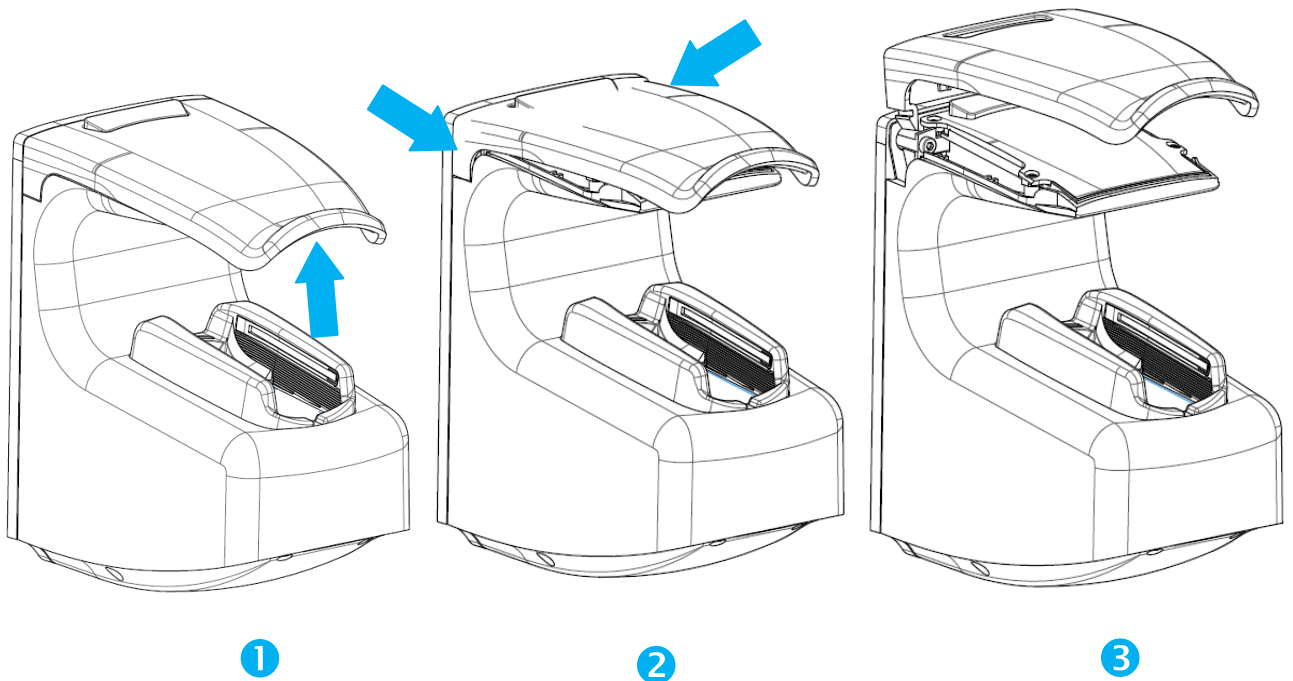

Figure 6 : Déclipsage Visière
- retirer la trappe inférieure du terminal (équipée de son joint d'étanchéité), la visière supérieure (voir Figure 6 pour son déclipage), ainsi que la tôle murale et les conserver à portée de main.
11. Clipper la visière (voir Figure 6, dans le sens inverse 3 à 1, et Figure 11).
10. Clipper la visière (voir Figure 6, dans le sens inverse de 3 à 1, et Figure 11).